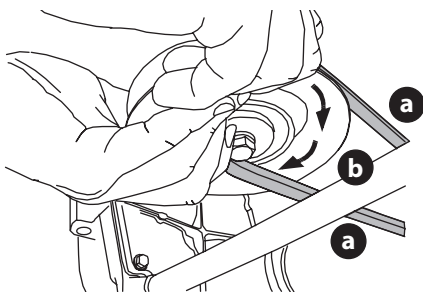

Figura 41
- d. Mientras sostiene la correa de la PTO (a) hacia abajo, siga girando la polea de la PTO (b) hasta que la correa de la PTO (a) se deslice fuera de la polea (b) (Figura 41).
10. Mientras sostiene la correa y la polea de la PTO juntas, gire la polea de la PTO hacia la izquierda (Figura 41 en la página 68). Siga sosteniendo y rotando la polea de la PTO y la correa de la PTO hasta que la correa de la PTO se enrolle totalmente en la polea de la PTO.